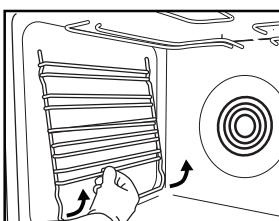

Fig. 3
1. Scoateți grătarele laterale de suținere a accesoriilor (Fig. 3).